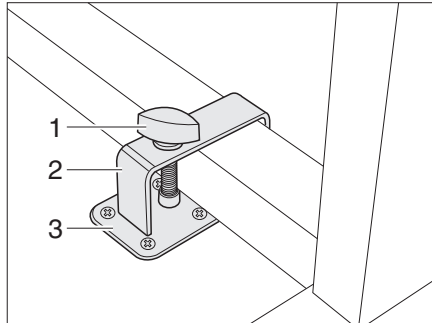
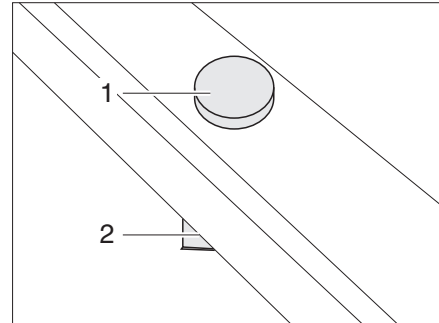

Bild 52 Arretierung Schwenktisch mit Metallgestell
Bild 53 Arretierung Schwenktisch mit Kunststoffgestell
- Schwenktisch neben die Halterung (Bild 52,3) bzw. auf die Halterung (Bild 53,2) stellen.
- Den Bügel (Bild 52,2) mit der Halteschraube (Bild 52,1) über den Tischfuß legen.
- Den Bügel und ggf. den Schwenktisch so verschieben, dass die Halteschraube (Bild 52,1 bzw. Bild 53,1) in die Halterung (Bild 52,3 bzw. Bild 53,2) geschraubt werden kann.